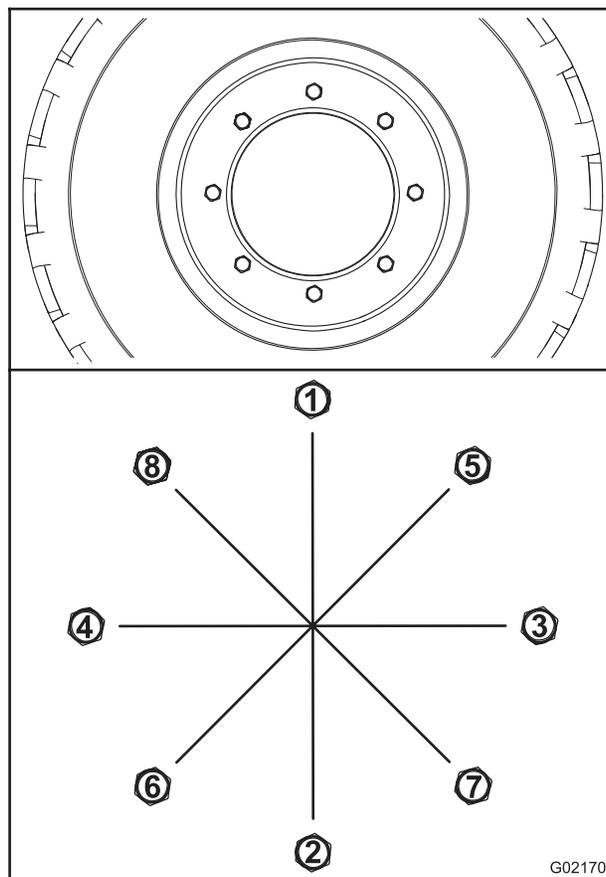

Figura 63
- A. Apriete todas las tuercas de las ruedas a 100 N-m en la secuencia indicada en Figura 63.
- B. Apriete todas las tuercas de las ruedas a 200 N-m en la secuencia indicada en Figura 63.
- C. Apriete todas las tuercas de las ruedas a 300 N-m en la secuencia indicada en Figura 63.